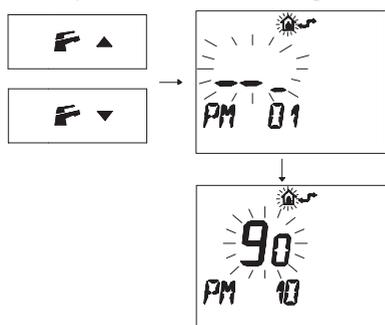

Figura 5.52
- Premere i pulsanti F▲ o F▼ per visualizzare la programmazione "PM10" selezione della frequenza di accensione (Figura 5.52).
Nella Figura 5.52 si visualizza un SET programmato di **90** corrispondente ad un tempo di irradiazione di 3 minuti circa.